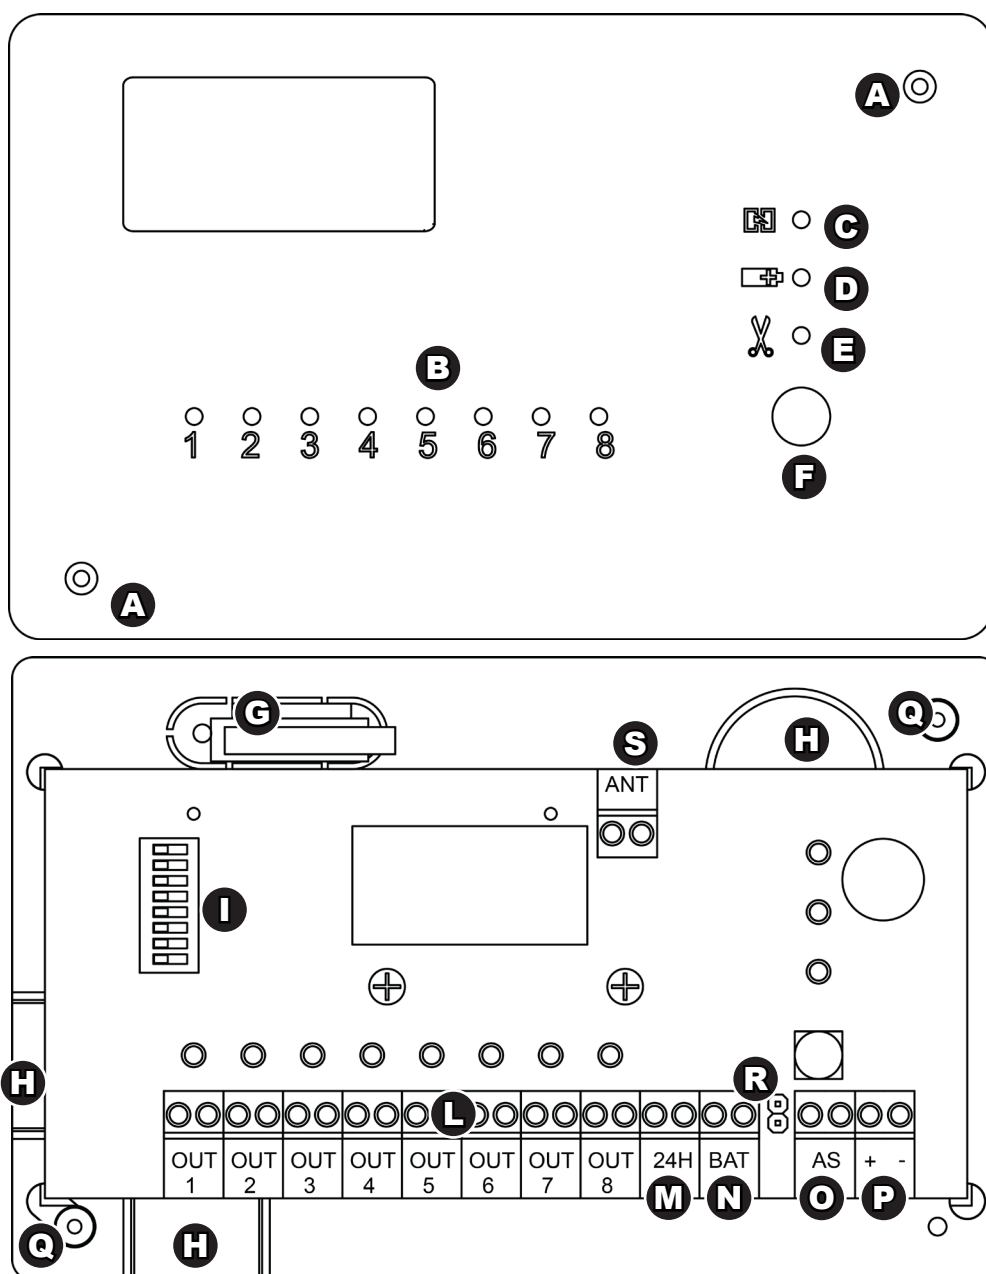

Fig. 2
- far passare i cavi di collegamento attraverso l'apposita apertura dopo aver sfondato il tassello pretagliato (H-Fig.2);
- fissare il supporto a muro utilizzando i 2 fori (Q-Fig.2)
NOTA: non installare la scheda ricevitore all'interno di contenitori metallici al fine di non inficiare sulle prestazioni della trasmissione radio. Qualora non sia possibile fare diversamente, è consigliabile collegare un'antenna esterna sul relativo morsetto (S-Fig.2)
- route the cables through the passages (H-Fig.2);
- mount the backplate using the 2 holes (Q-Fig.2) ;
- remove the two screws (M-Fig.2) that keep the board on the bottom of the case;
NOTE: do not install the transceiver inside metallic case in order to avoid to affect the wireless transmission. If it is not possible to do otherwise, it is advisable to connect an external antenna to the corresponding terminal block (S-Fig.2)